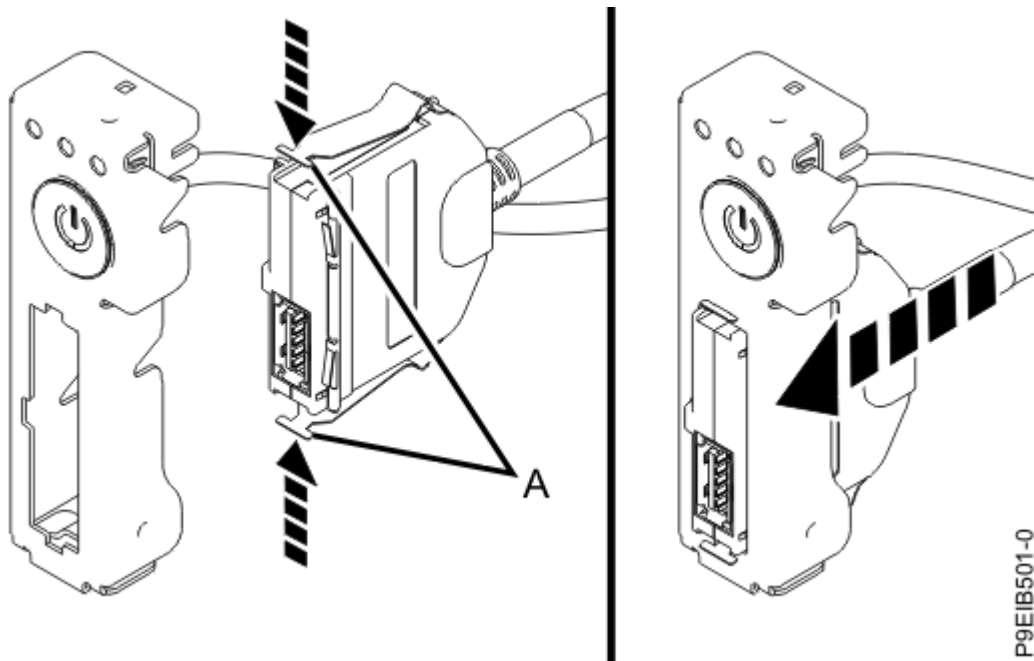

Figure 108. Raccordement du câble et connecteur USB à l'interrupteur d'alimentation
3. Tout en appuyant sur les languettes **(A)**, raccordez l'ensemble câble et connecteur USB à l'interrupteur d'alimentation, comme illustré dans la Figure 108, à la page 124.